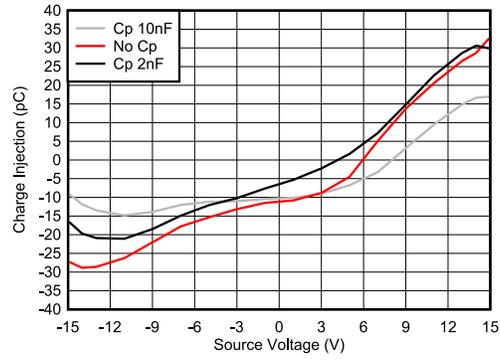

図 8-2. 電荷注入補償
MUX708-Q1 には、ドレイン (D) へのチャージ インジェクションを低減するための専用アーキテクチャが搭載されています。敏感なアプリケーションでの電荷注入をさらに低減するために、ソース (Sx) に補償コンデンサ (Cp) を追加できます。これにより、スイッチ切り替え時の余分な電荷は、ドレイン (D) ではなくソース (Sx) の補償コンデンサに送られます。一般的な目安として、Cp はドレイン (D) の等価負荷容量の 20 倍以上である必要があります。図 8-2 に、ソース側のさまざまな補償コンデンサによる電荷注入の変動を示します。このプロットは、100pF の負荷容量を使用してキャプチャしたものです。